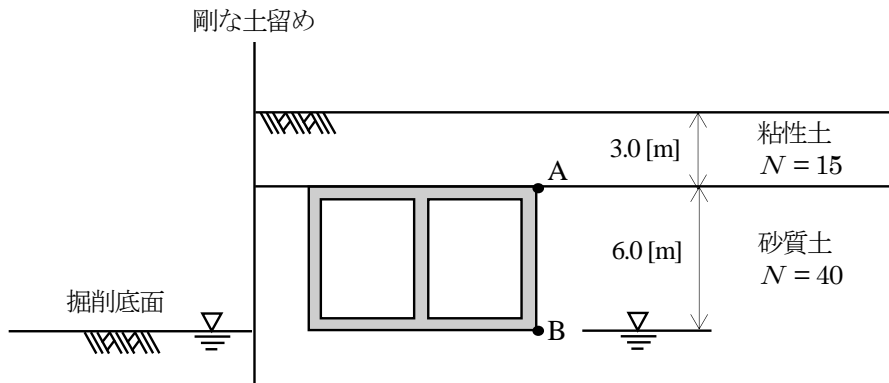

図2 地盤条件と開削トンネルの位置 (掘削後)
- (4) 図1の状態から、剛な土留めを施工して地下水位を掘削底面まで下げた上で開削トンネルの側方を掘削し、図2の状態とした。点Bにおける掘削完了直後の鉛直方向の全応力は、(⑥) [kN/m²] である。